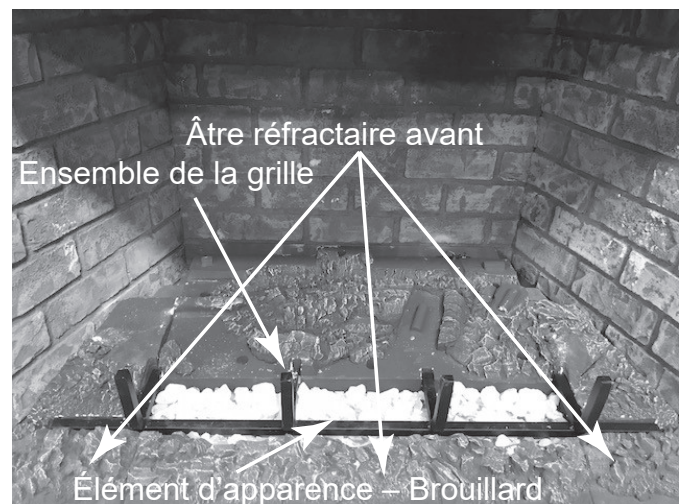

Figure 11.13
- Placez les réfractaires avant gauche, droit et central de l'âtre entre le bord avant du brûleur et le bord avant de l'appareil Phoenix. Installez l'ensemble de la grille et remplissez le compartiment à braises avec l'élément d'apparence TECO SIL comme indiqué. Voir la Figure 11.13.